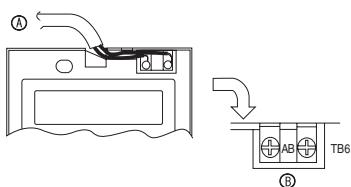

Fig. 6-4
2) Операции соединения (Fig. 6-4)